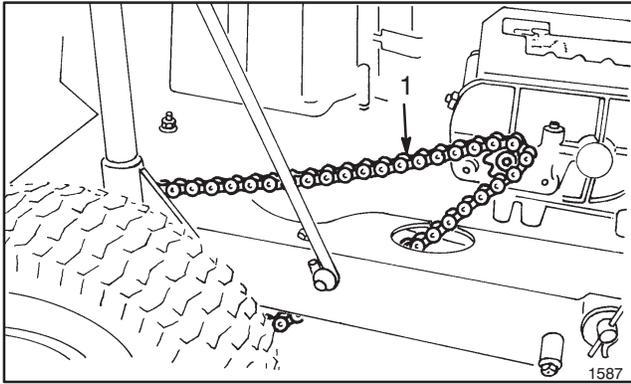
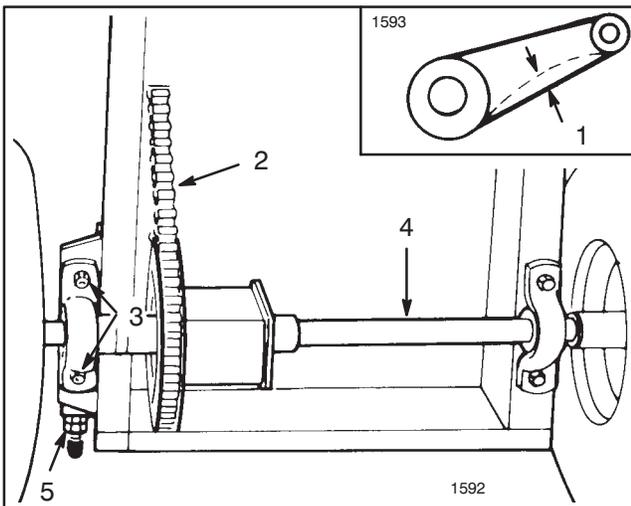

Abbildung 22
Abbildung 23
2. Zur Überprüfung der Durchbiegung der Antriebskette die Kette auf halbem Weg mit mäßigem Druck anheben und herunterdrücken (Abb. 22). Die Gesamtdurchbiegung sollte 1/8 Inch (3 mm) betragen (Abb. 23). Wenn die Durchbiegung nicht wie angegeben ist, ist eine Einstellung erforderlich—Schritte 3-13.
7. Vier Flanschmuttern lösen, mit denen die Stehlager mit der Differentialachse am Mäherrahmen befestigt sind (Abb. 23).
8. Die hintere Gegenmutter des Kettenspanners lösen (Abb. 23).
11. Da die Differentialachse parallel zur Hinterseite des Fahrgestells liegen muß, den Abstand von der Mitte der Stehlager zur Hinterseite des Fahrgestells messen (Abb. 23). Der Unterschied zwischen den beiden Meßwerten darf nicht größer sein als 1/8 Inch. Wenn der Unterschied über 1/8 Inch liegt, liegt die Differentialachse nicht parallel zum Fahrgestell; sie muß daher nachgestellt werden.